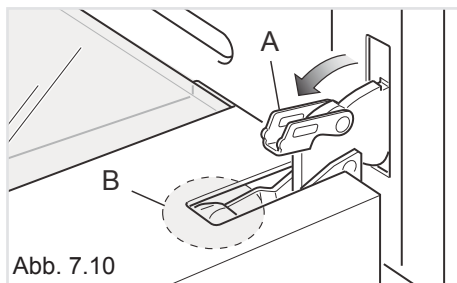
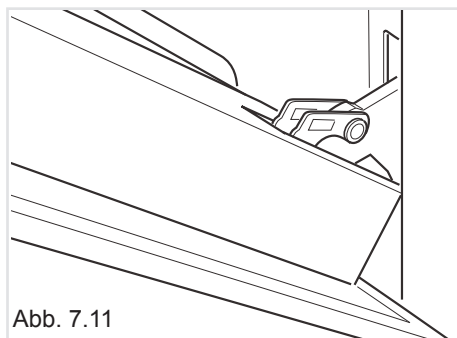

Abb. 7.10
Abb. 7.11
- Den Hebel "A" des rechten und linken Scharniers ganz öffnen (Abb. 7.10).
- Die Tür vorsichtig kippen (Abb. 7.10) bis die Hebel "A" des rechten und linken Scharniers im Teil "B" der Tür einrasten (Abb. 7.11).
1. Gewährleisten Sie, dass die Tür offen ist (siehe Abb. 7.11).